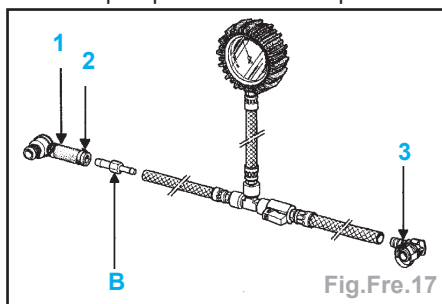

Fig.Fre.17
- assembler les tuyaux avec le «T» de raccordement, le manomètre à dépression et l'ensemble (1) (utiliser le raccord B de la valise Mot. 1311-01 ainsi qu'un collier à vis tangente (2)) (Fig.Fre.17),
- monter sur l'autre tuyau un raccord encliquetable (3) commandé au MPR (77 00 105 874),